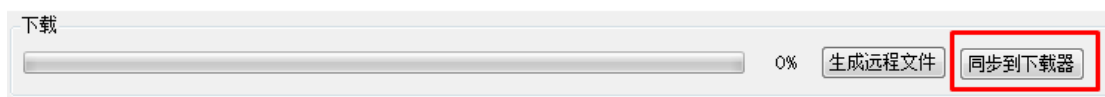

图 2-8 “同步到下载器”按钮
- 2) 确认配置无误后点击“确认”，等待同步完成，如图 2-8 所示；